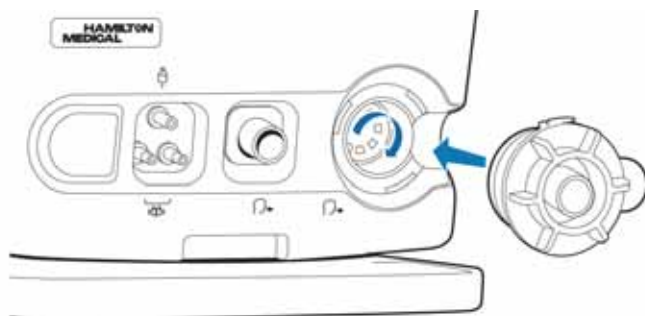

Figura 2-3. Installazione della valvola espiratoria
1. Prendere in mano la calotta della valvola espiratoria (Figura 2-3) e inserire la membrana in silicone nella calotta. La piastra metallica deve essere rivolta all'insù ed essere visibile.